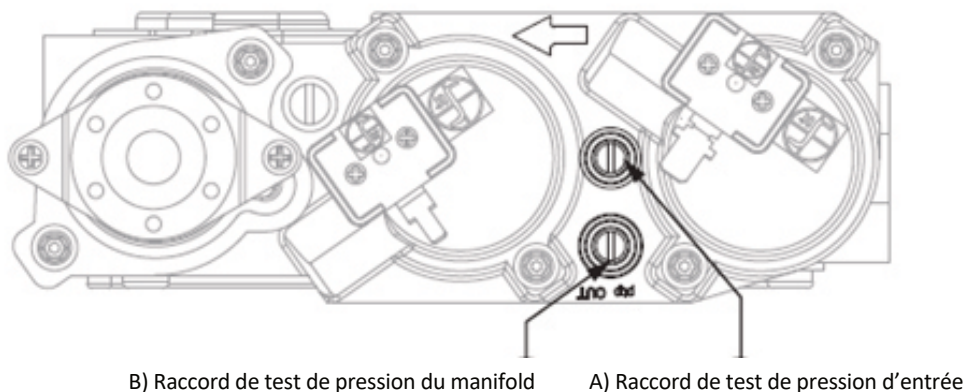

Figure 12.1 - Raccords de test de pression
1. Desserrez (sens antihoraire) la vis du raccord de test de pression d'entrée (IN). Voir (A) à la FIGURE 12.1.
5. Débranchez le tube avec manomètre et serrez (sens horaire) la vis du raccord de test de pression d'entrée (IN). La vis doit être serrée juste assez; ne la serrez pas trop.
6. Rallumez la veilleuse et le brûleur. Ensuite, rebranchez le manomètre au raccord de test de pression d'entrée (A) pour vérifier que ce raccord est complètement étanche. Le manomètre ne devrait indiquer aucune pression.
2. Desserrez (sens antihoraire) la vis du raccord de test de pression du manifold (OUT). Voir (B) à la FIGURE 12.1.
7. Branchez le manomètre au raccord de test de pression du manifold (B) pour vérifier qu'il est complètement étanche. Le manomètre ne devrait indiquer aucune pression lorsque la veilleuse et le brûleur sont allumés.